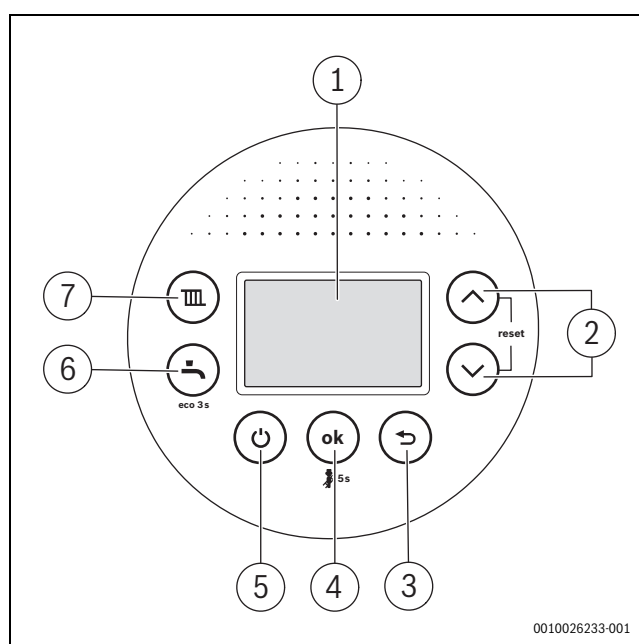

Fig. 108 Oversigt over betjeningsfeltet
Efter opstarten slukkes eller tændes der med tasten  (→ fig. 108, [5]) samtidigt for opvarmningen og varmtvandsproduktionen, uden at strømforsyningen afbrydes.
- ▶ Sluk under normal drift med tasten  (→ fig. 108, [5]).